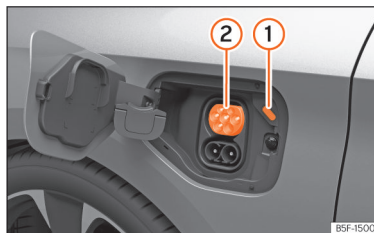

Fig. 57 Por trás da tampa de carregamento da bateria na parte dianteira esquerda: tomada de carregamento.
»» Fig. 57
O LED (indicador do processo de carregamento) da tomada de carregamento pisca e emite cintilações brancas »» Fig. 57 ① »» Página 87.